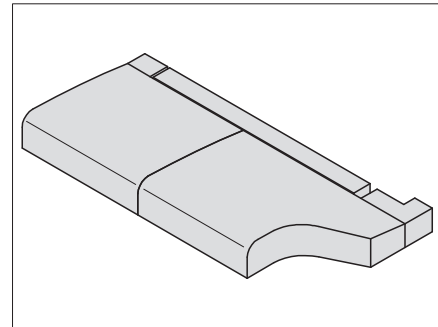
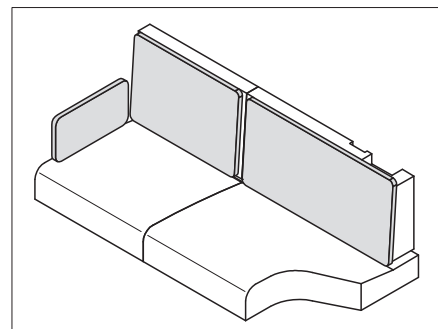

Fig. 200 Posizionamento dei sedili
Fig. 202 Cuscini per gli schienali
- Applicare i cuscini del divano, dello schienale e aggiuntivi come illustrato in Fig. 200 - Fig. 202.